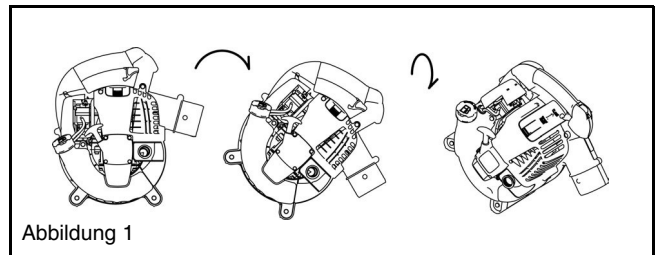
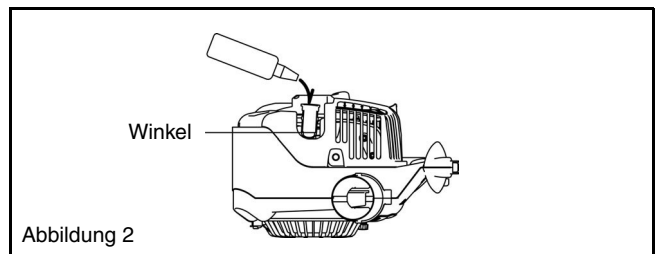

Abbildung 1
Abbildung 2
- (1) Vergewissern Sie sich, dass der Deckel des Benzintanks gut verschlossen ist.
- (2) Entnehmen Sie den Öldeckel.
- (3) Die Maschine in der in Abbildung 1 gezeigten Reihenfolge neigen.
- (4) Die Maschine so ausrichten, wie in Abbildung 2 gezeigt, und Öl bis zum Absatz im Ölrohr einfüllen.
- (5) Setzen Sie den Ölmesstab wieder ein und schrauben Sie diesen vollständig fest. Ungenügendes Verschließen des Ölmesstabs kann ein Überlaufen von Öl zur Folge haben.
Zum Öffnen der Abdeckung den Hauptgriff und den Vorsprung der Zündkerzenabdeckung mit den Fingern fassen (Abbildung 1). Den Vorsprung hochdrücken, und die Abdeckung in Richtung „OPEN“ schieben (Abbildung 2). Die Abdeckung zum Schließen in Richtung „CLOSE“ schieben, bis die Raste unter dem Vorsprung der Zündkerzenabdeckung auf der Motorabdeckung ruht. Zum Schluss den Vorsprung hineindrücken.